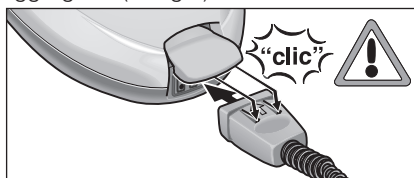

Fig. 1: Isætning af blokstik
- Sæt blokstikket (C7) fast i aggregatets stikkontakt (A1). De to næser på blokstikket skal gå i hak på låget til stikdåsen på aggregatet (se fig. 1).